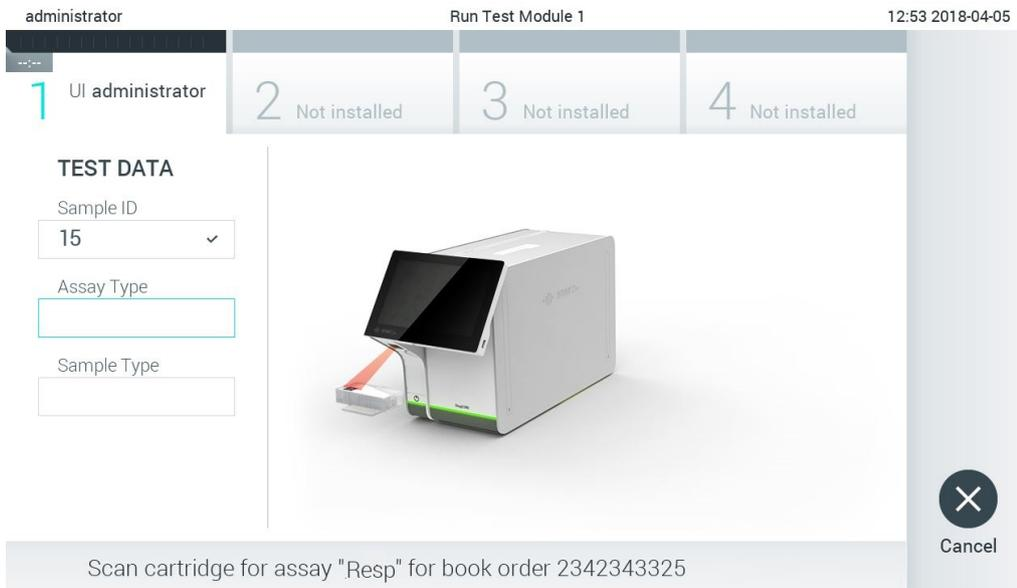

Figure 84. Lecture du code à barres de la cartouche de dosage QIAstat-Dx.
- Lorsque la commande de test a été reçue avec succès de l'hôte, le message « Scan cartridge for assay <assay_name> and book order <order_number> » (Lire la cartouche pour le dosage <nom_du_dosage> et la commande de réservation <numéro_de_commande>) s'affiche. Lisez le code à barres de la cartouche de dosage QIAstat-Dx spécifiée (figure 84).